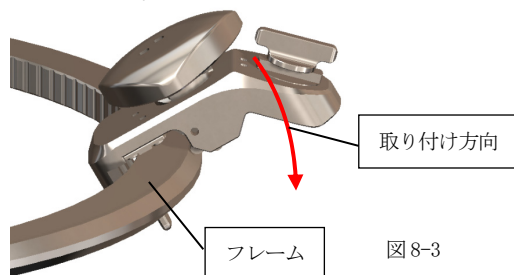

図 8-3
- (1)-3 レトラクタースライドアジャスターⅡをフレームに被せて取り付けください。(図 8-3)